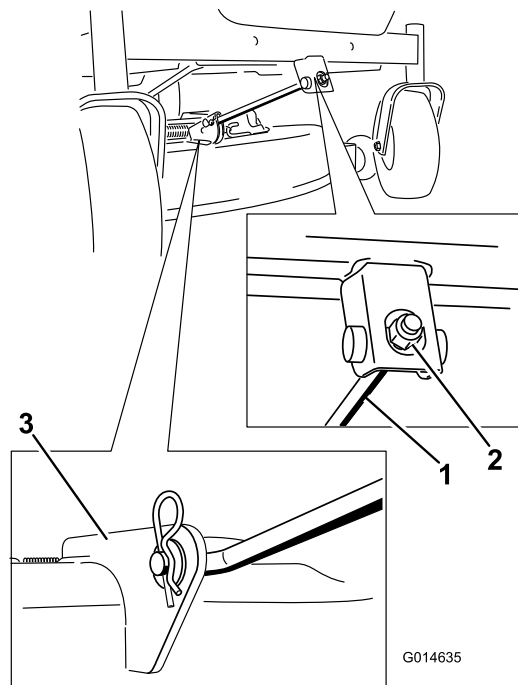

Figura 55
4. Retire el pasador de horquilla de la varilla de soporte delantera y retire la varilla del soporte de la carcasa (Figura 55). Baje cuidadosamente la parte delantera de la carcasa de corte al suelo.
- Conecte la varilla de soporte delantera a la carcasa de corte con el pasador y la chaveta (Figura 55).